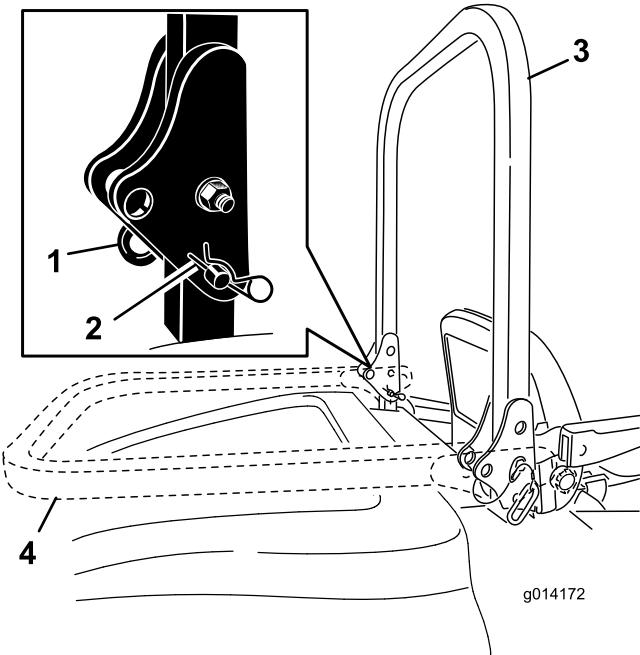

Рисунок 8
1. Чтобы опустить защитную дугу, извлеките U-образные шпильки, нажмите на защитную дугу вперед, преодолевая усилие пружины, и извлеките два пальца (Рисунок 8).
2. Опустите защитную дугу в нижнее положение (Рисунок 8).
3. Вставьте два пальца и закрепите их U-образными шпильками (Рисунок 8).
4. Чтобы поднять защитную дугу, извлеките U-образные шпильки и выньте два пальца (Рисунок 8).
5. Поднимите защитную дугу в вертикальное положение, вставьте два пальца и закрепите их U-образными шпильками (Рисунок 8).